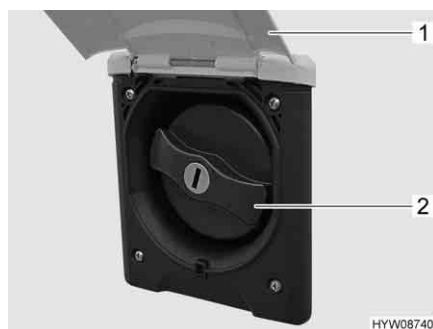

Fig. 161 Coperchio per bocchettone di riempimento dell'acqua potabile
- Sollevare lo sportello esterno (Fig. 161,1).
- Ruotare il coperchio blu (Fig. 161,2) di un quarto di giro.